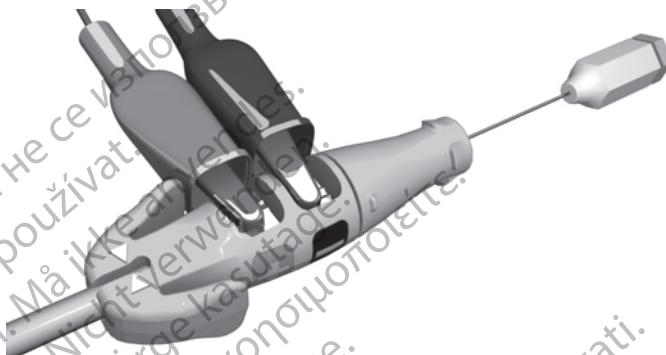

Figura 11. Morsetti del PSA collegati allo strumento connettore
- Collegare i morsetti a coccodrillo del cavo PSA al contatto a molla del catodo (-) e al contatto a molla dell'anodo (+) dello strumento connettore. L'uso dello strumento connettore protegge il pin terminale dai danni provocati dai morsetti a coccodrillo e impedisce la formazione di un ponte elettrico tra i contatti del terminale. Inserire completamente i morsetti a coccodrillo sui contatti a molla del catodo e dell'anodo per evitare misurazioni basali inesatte (Figura 11 Morsetti del PSA collegati allo strumento connettore a pagina 29).